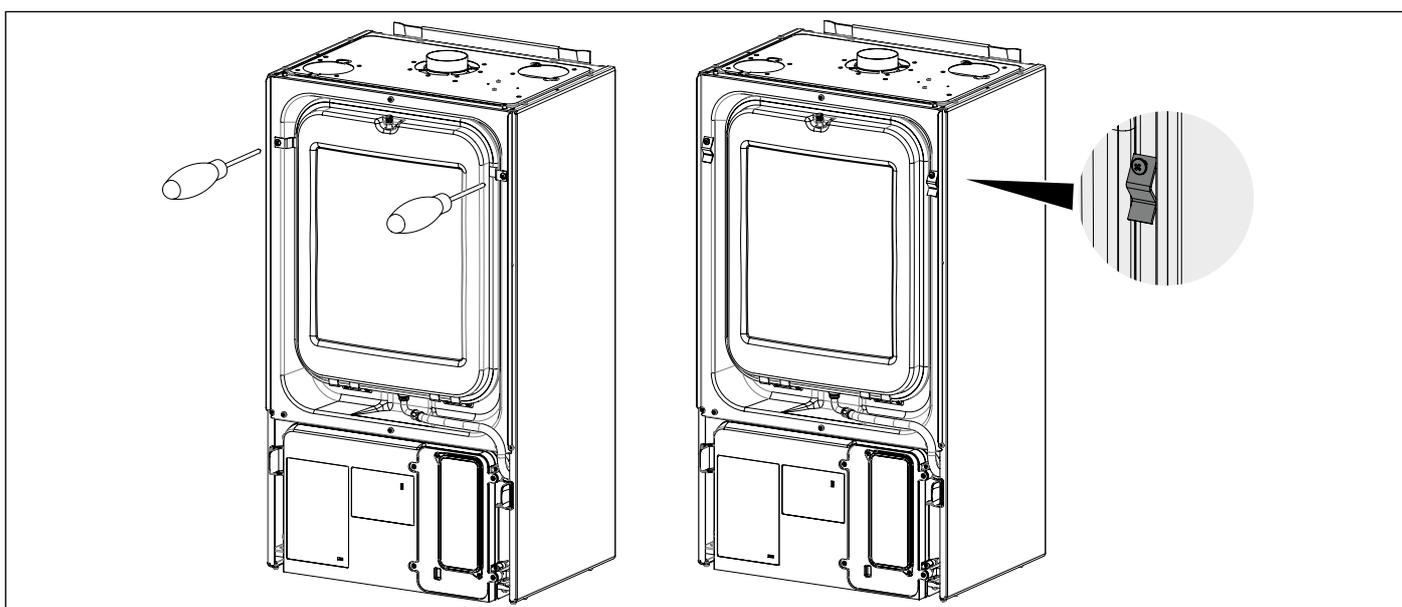
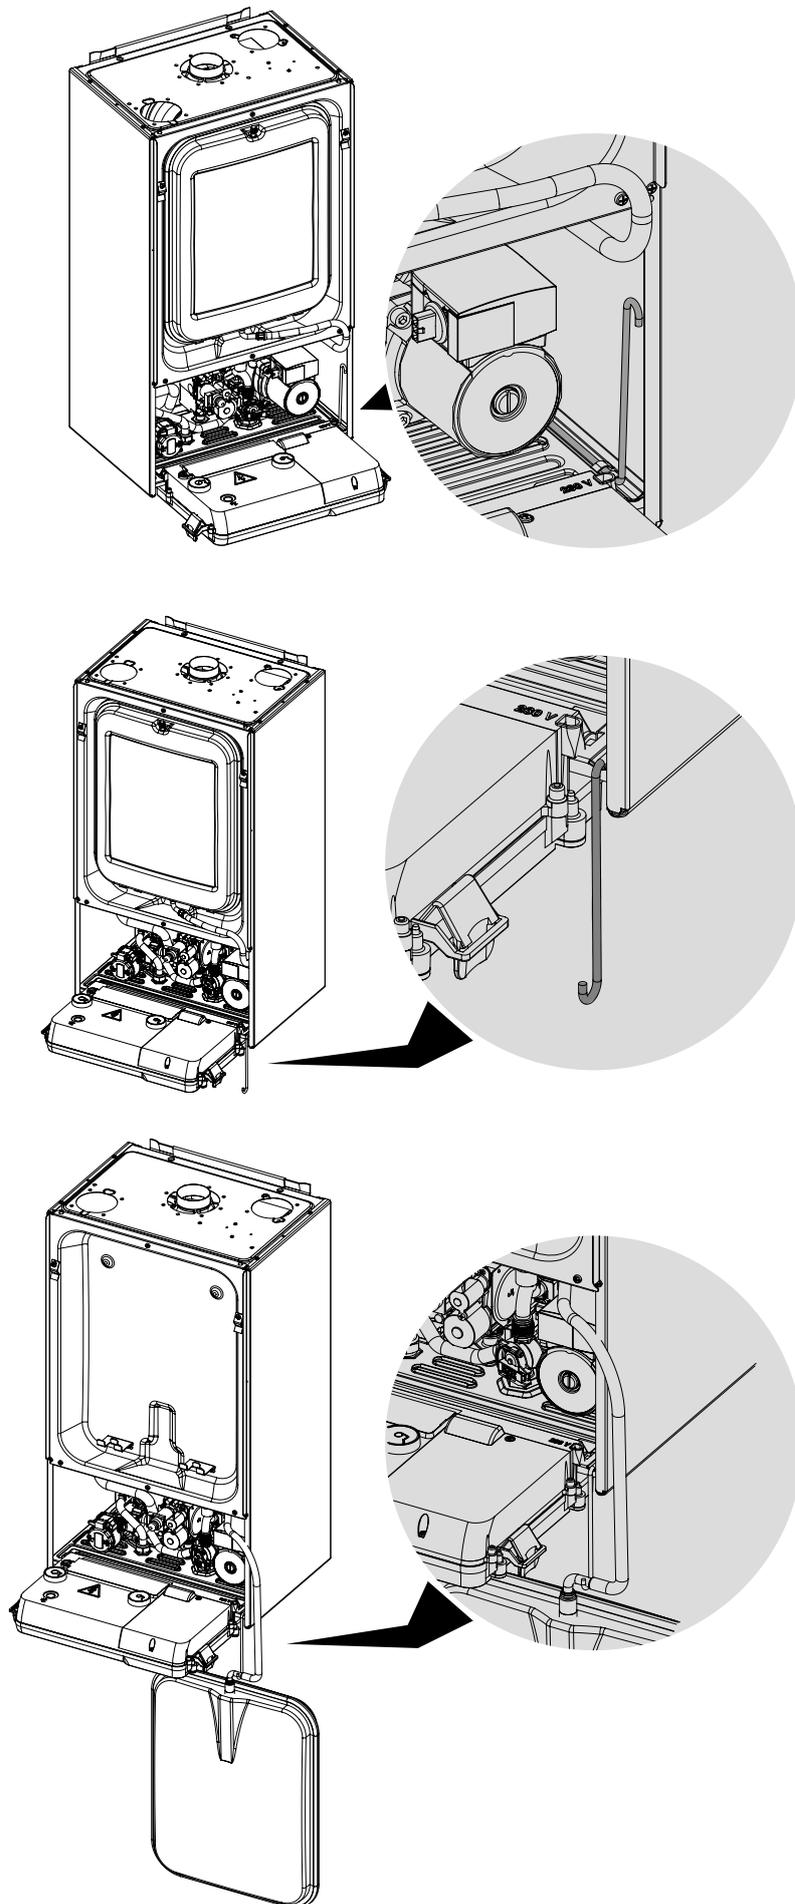

Рис. 44 Съемка фиксаторов расширительного бочка
Рис. 45 Скоба для закрепления расширительного бака
- Снять переднюю панель герметичной камеры, предварительно сняв расширительный бак (смотри Рис. 44 Съемка фиксаторов расширительного бочка и Рис. 45 Скоба для закрепления раширительного бака).